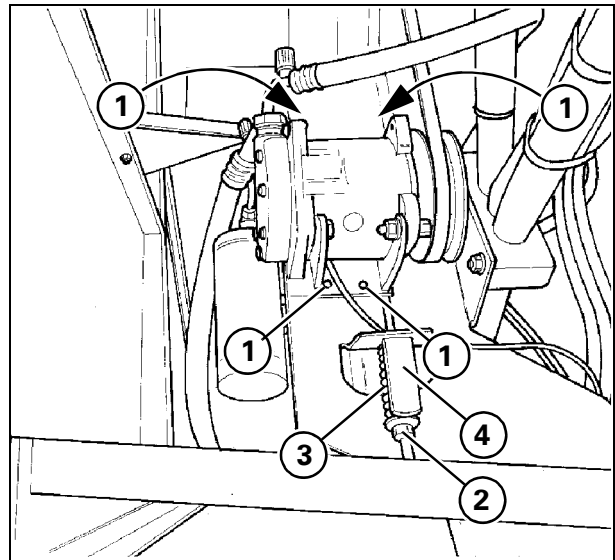

Рис. 6
3.) РЕМЕННОЙ ПРИВОД КОМПРЕССОРА КАБИНЫ Рис. 6